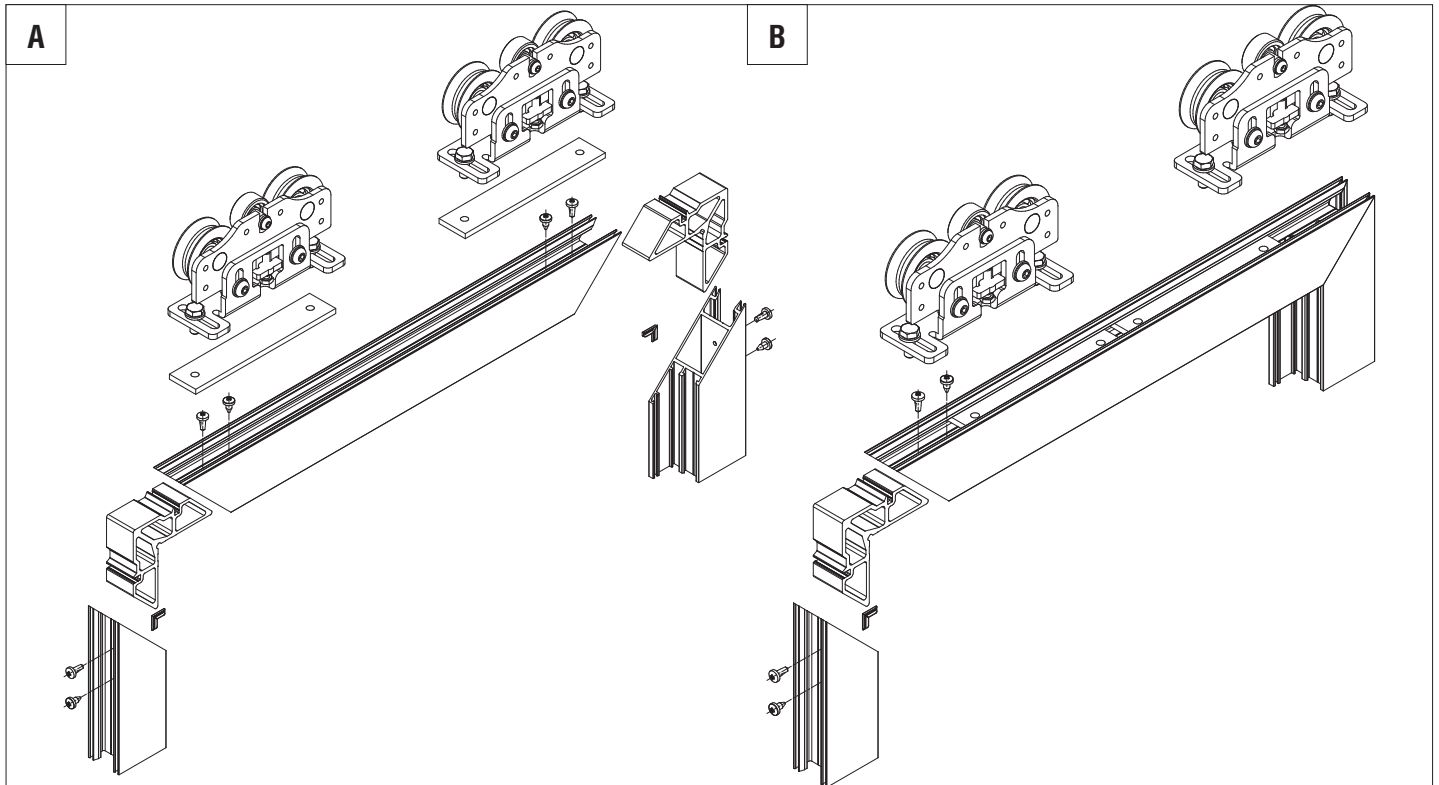

Рис. 14
1. Вставьте закладные пластины в верхний сегмент створки (рис. 14, А).
2. Соберите створку путем сухарного соединения (рис. 14, А).
3. Закрепите каретки на закладных пластинах створки после сборки (рис. 14, В).